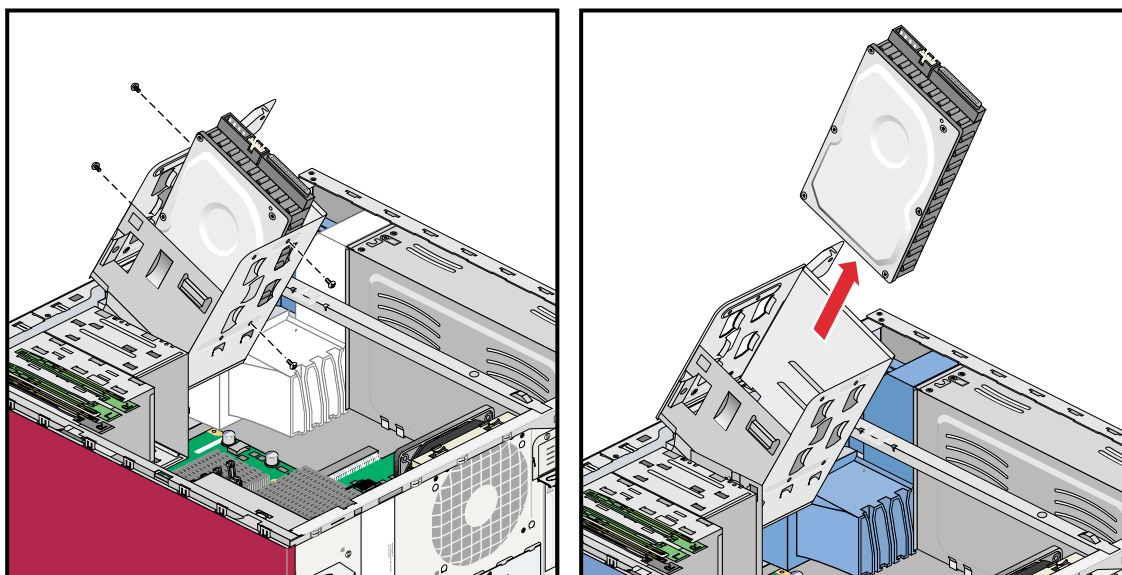

Abbildung 4-14 Entfernen des Festplattenlaufwerks
1. Entfernen Sie die vier Kreuzschlitzschrauben, mit denen das Laufwerk, das Sie entfernen möchten, am Laufwerk-Einbaurahmen befestigt ist. Halten Sie anschließend das Festplattenlaufwerk fest und schieben Sie es nach oben aus dem Laufwerk-Einbaurahmen. Siehe Abbildung 4-14.